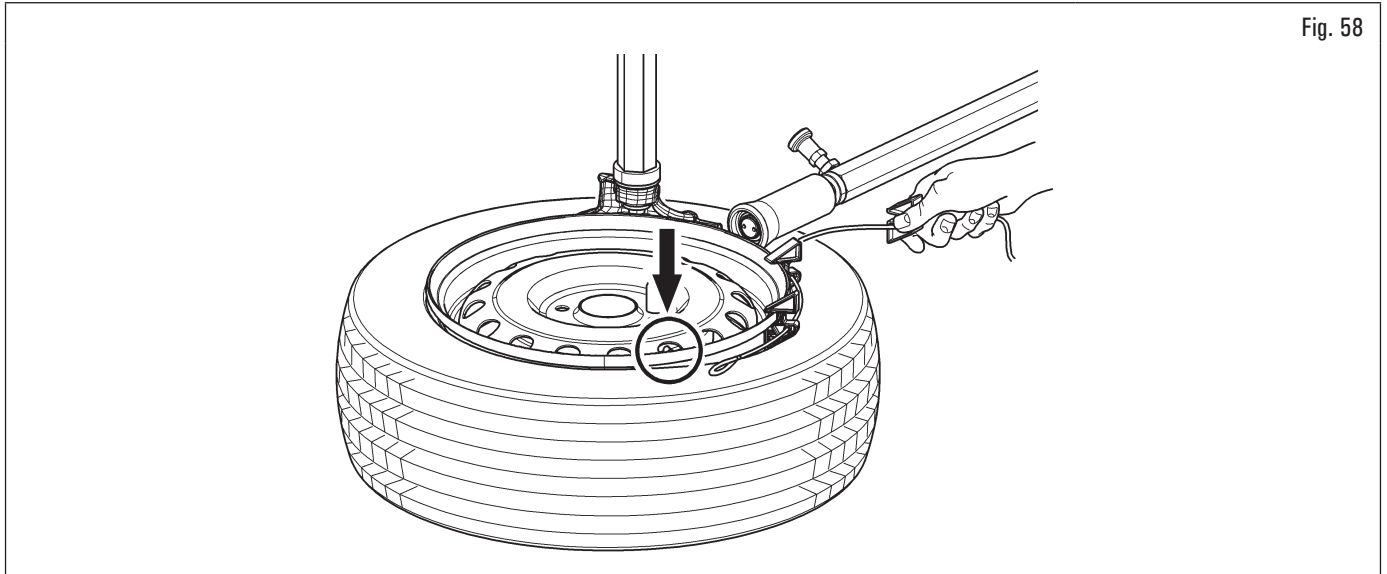

Fig. 58
4. premendo il pedale di rotazione inserire uno alla volta tutti i cunei (Fig. 58);